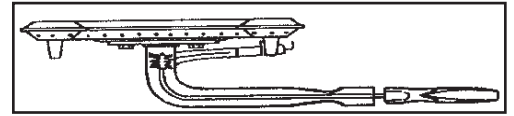

Fig. 7
3. Nettoyer les tubes venturi avec une brosse à bouteille ou avec une brosse venturi. (Fig. 7)